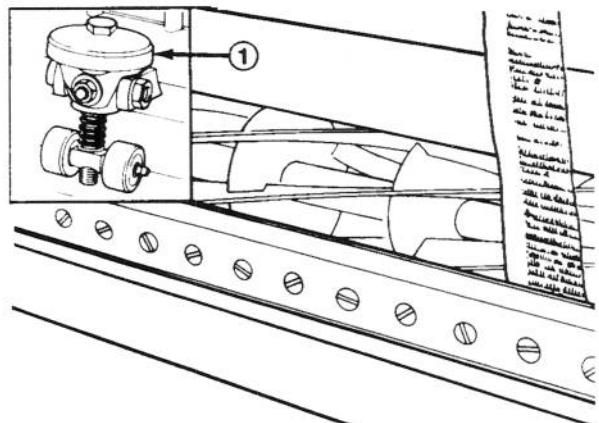

Figure 1
2. Prenez (2) écrous évasés se trouvant parmi les pièces fournies pour monter le moteur de propulsion du tambour sur le module de coupe.
- Vérifiez que le contre-couteau et le tambour sont bien parallèles. Insérez aux deux extrémités du côté avant du module de coupe une longue bande de papier-journal entre la lame du tambour et le contre-couteau. Faites tourner lentement le tambour et tournez la molette de réglage du contre-couteau (en utilisant une clé) (Fig.1) dans le sens horaire, cran par cran, jusqu'à ce que le papier soit légèrement pincé, ce qui se traduit par une légère résistance lorsque le papier est tiré. Contrôlez le côté opposé à l'aide du papier pour obtenir un léger contact. Si ce léger contact n'est pas évident aux deux extrémités, le contre-couteau n'est pas parallèle au tambour. Veuillez vous reporter à la section concernant la mise en parallèle du contre-couteau et du tambour.